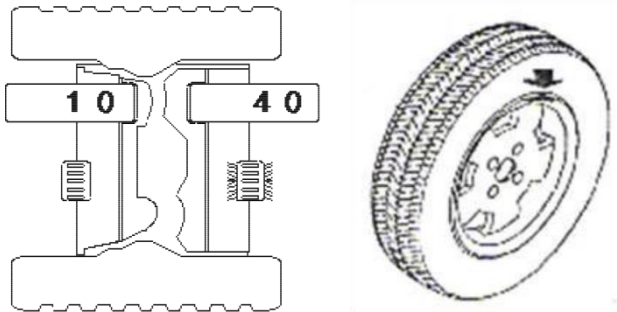

FIGURA 1
5.5. Movimente a roda em sentido anti-horário lentamente, o display com LED direito acenderá indicando a posição angular correta onde montar os contrapesos (posição 12 horas) fora, conforme Figura 1.